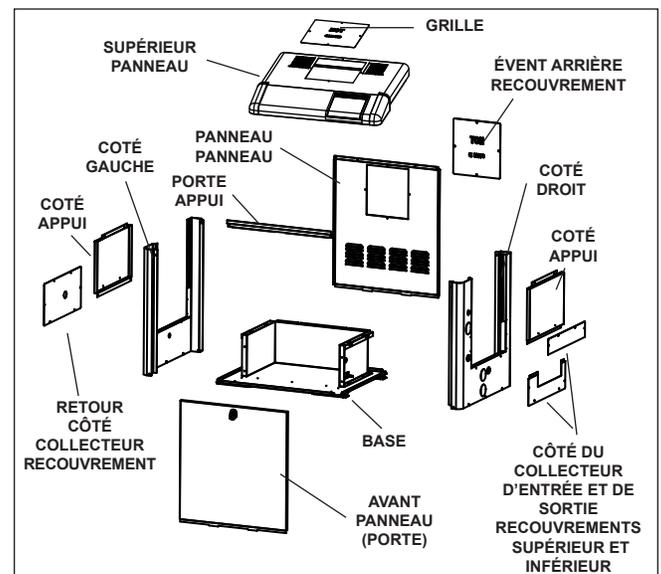

Figure 13. Identification du panneau LXi
1. Pour une installation existante, drainez le réchauffeur en retirant les deux (2) prises de drain du collecteur d'entrée et de sortie et la prise de drainage du tuyau de retour du collecteur.
3. Retirez les couvercles du collecteur d'entrée et de sortie, au-dessus et en dessous. Voir figure 13.
4. Retirez le couvercle latéral du collecteur de retour. Voir figure 13.
5. Débranchez le connecteur bleu à deux (2) broches «HiLimit» du panneau de l'interface d'alimentation dans le chemin de câbles. Attachez les fils métalliques d'attache au harnais. Alimenter le connecteur à deux broches « HiLimit » et reliez-le au collecteur de manière à ce que le harnais pende du collecteur, à l'extérieur du cabinet.
6. Débranchez les deux (2) conducteurs du capteur de températures « WATER TEMP » du panneau de l'interface d'alimentation dans le chemin de câbles. Attachez les fils métalliques d'attache au harnais. Tirez les câbles hors du cabinet de manière à ce qu'ils pendent du collecteur, à l'extérieur du cabinet.